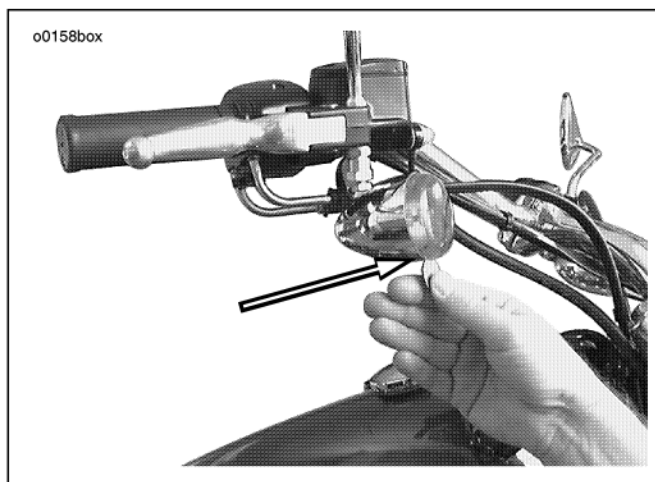

Figura 62. Tacca sul cappuccio dei trasparenti
1. Vedere la Figura 62. Per avere accesso alle lampadine degli indicatori di direzione anteriori o posteriori per sostituirle, individuare la tacca sul cappuccio dei trasparenti gialli degli indicatori di direzione.